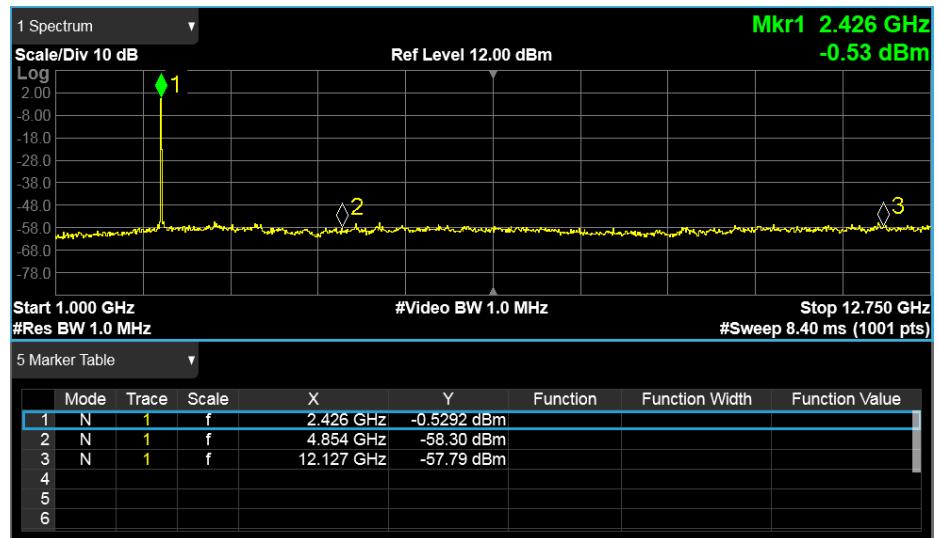

图 18. Tx 带外杂散 @ 250 kbit/s
- 图 18 显示了 GFSK 数据率为 250 kbit/s，频段为 1 GHz 至 12.75 GHz 的 Tx 带外杂散。